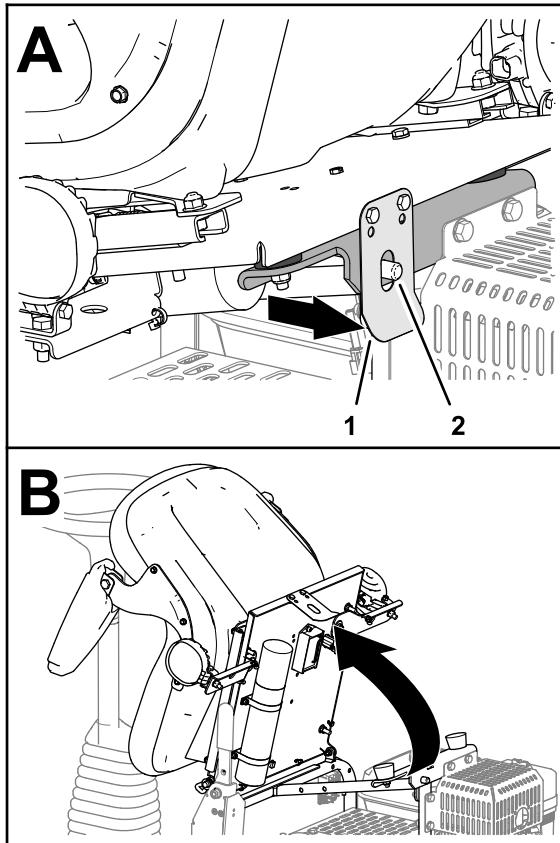

Figura 23
1. Tire hacia atrás del enganche del asiento hasta que salga del pasador del enganche del asiento (Figura 23).
2. Incline el asiento hacia adelante (Figura 23).